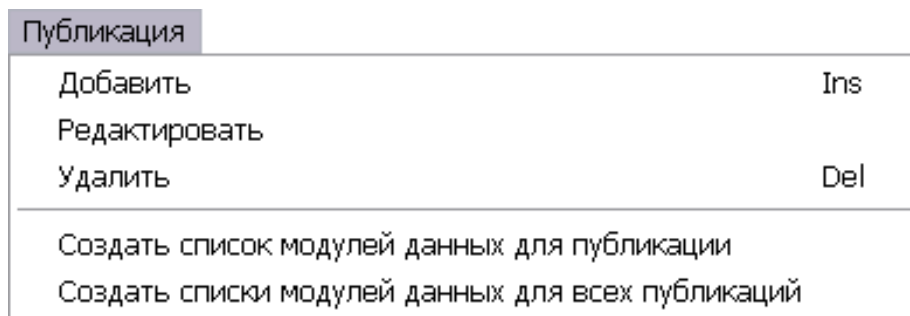

Рис. 207
3. Выберите меню **Публикация**. После этого откроется выпадающее меню (рис. 207).